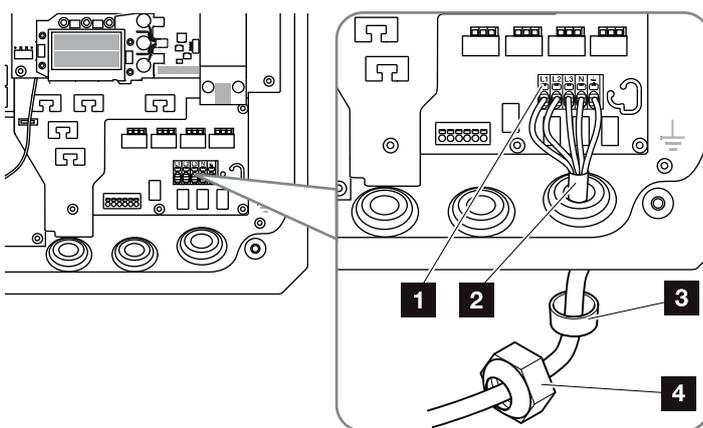

Fig. 27: collegare il cavo di alimentazione all'inverter
7. Collegare i fili del cavo di alimentazione al morsetto CA in base alla dicitura (figura.  ). **Fig. 27, Pos.1**